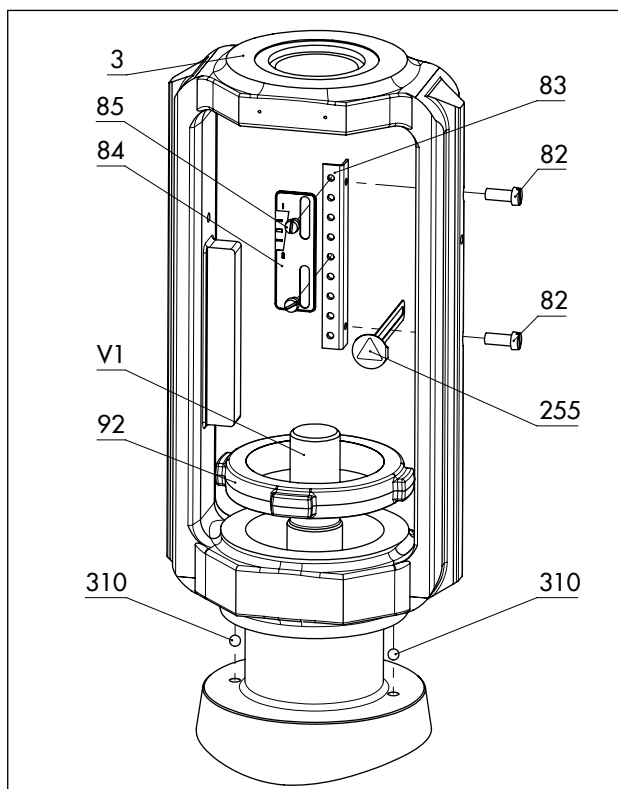
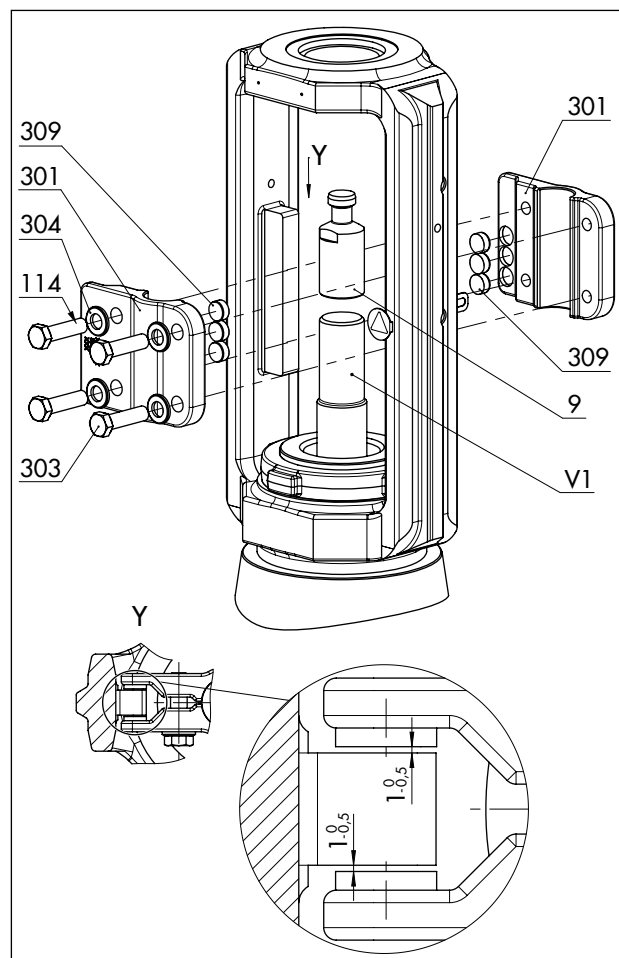

Fig. 16: *Panoramica del montaggio del gruppo castello con targhetta della corsa nella versione standard*
Fig. 17: *Panoramica del montaggio della protezione contro la torsione nella versione standard*
Vedere Fig. 16 e Fig. 17
- Tra le rondelle di scorrimento e il loro supporto sul castello sia presente uno spazio nominale compreso tra 0,5 e 1 mm su ciascun lato (vedere dettaglio Y nella Fig. 17)